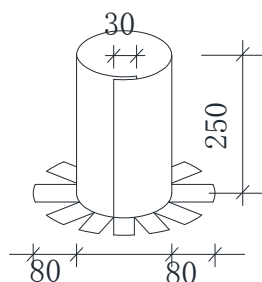

图 3 出屋面管道防水卷材
l) 出屋面管道根部应采用卷材包裹，高度 $250\text{mm} \pm 5\text{mm}$ ，包裹卷材自行搭接宽度为 $30\text{mm} \pm 5\text{mm}$ 。包管卷材至管根应采用“裙分”开叉的方法与平面卷材搭接，“裙分”宽度为 $80\text{mm} \pm 5\text{mm}$ ，分 12~14 等份（图 3）。